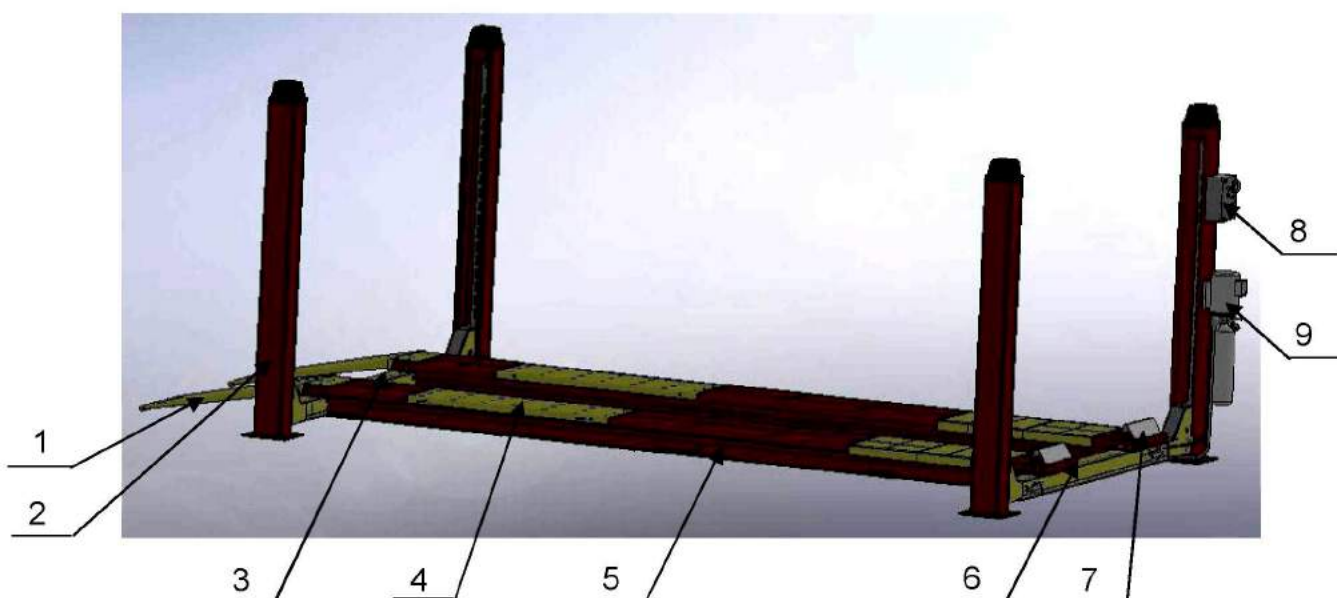

Рисунок 2. Внешний вид подъемника
2.2.1 Основной конструкции подъемника (см. рис. 2) служат стойки 2, представляющие собой стальные гнутые профили с приваренными снизу плитами оснований (служат для крепления на месте установки).